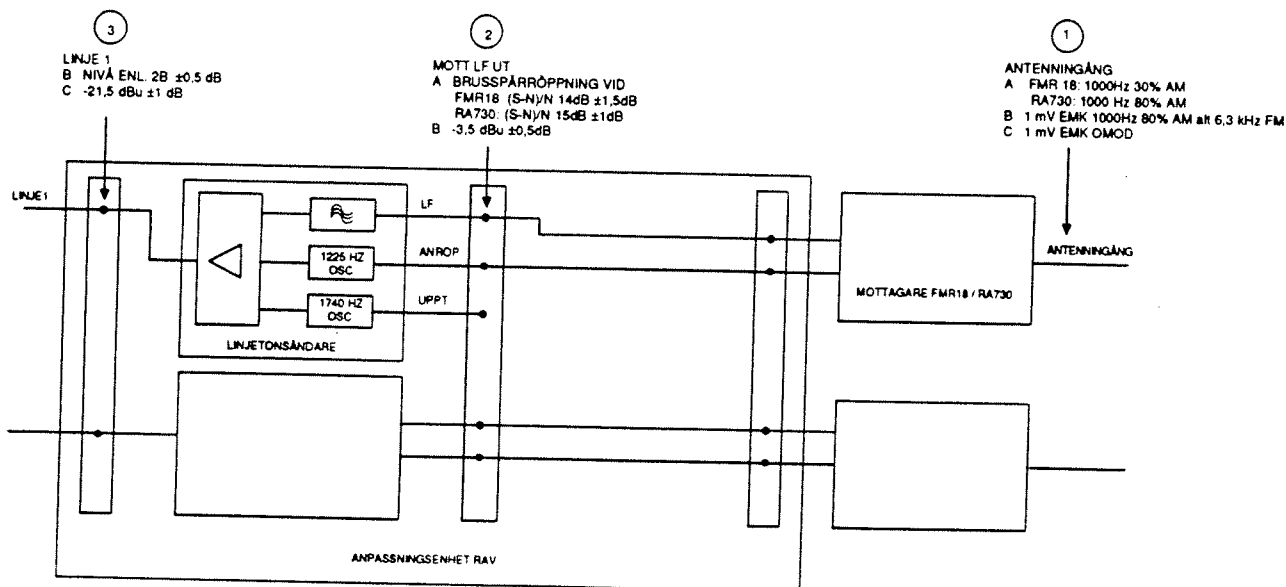

Bild 7
3.3.4.1 Anslut en signalgenerator till mottagarens UHF-antenngång, se bild 7, ① A. Anslut en nivåmeter till vald linjetonsändarens stift MOTT LF UT i anpassningsenhet RAV stiftfält, se bild 7, ② B. Ställ in signalgeneratoren till vald mottagares frekvens.
3.3.4.2 Ställ in signalgeneratormed för 1 mV EMK. Modulera signalen med 1000 Hz, 80 % AM alternativt $\pm 6,3 \text{ kHz}$ FM, se bild 7, ① B.
Kontrollera att nivån är $-3,5 \text{ dBu} \pm 0,5 \text{ dB}$, se bild 7, ② B.
3.3.4.3 Flytta nivåmetern till linjetonsändarens stift LINJE 1 i anpassningsenhet RAV stiftfält se bild 7, ③ B.
Kontrollera på nivåmetern, att nivån därvid sjunker till $-21,5 \text{ dBu} \pm 1 \text{ dB}$, se bild 7, ③ C.